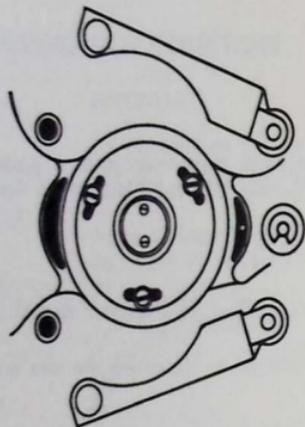

Fig. 4
- c) Lorsque le dispositif est bien à fond vers la platine de la caméra, refermer les portes supérieure et inférieure du débiteur qui doivent s'encliqueter d'elles-mêmes. La fermeture de ces portes assure le verrouillage du dispositif de chargement sur la caméra. Vérifier que les boutons des portes de débiteur soient bien enfoncés. MANIPULER AVEC SOIN CET ENSEMBLE POUR LE NETTOYAGE ÉVENTUEL. NE JAMAIS SAISIR LE CHARGEUR PAR LES COQUILLES (fig. 4).